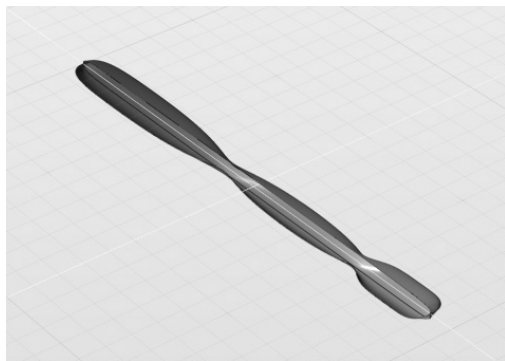

图 4-71 构建开放性的蒙皮曲面
2) 激活“蒙皮”工具, 当控制台提示“拾取要进行蒙皮操作的曲线”时, 依次选取前 4 条曲线, 按〈Enter〉键或空格键确认, 注意, 第 1 条曲线不要重复选择, 此时获得一个开放性的蒙皮曲面, 如图 4-71 所示。